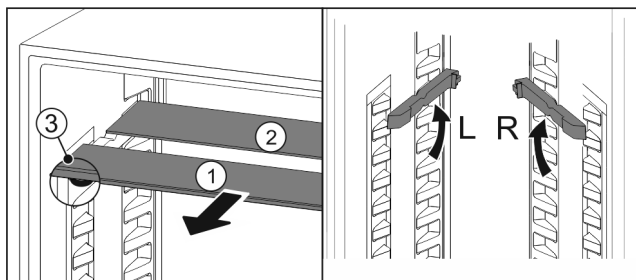

Fig. 99
- ▶ Wyciągnąć Fig. 99 (1) pojedynczo półki szklane do przodu.
- ▷ Płyta szklana Fig. 99 (1) z listwą ozdobną znajduje się z przodu.
- ▷ Stopery Fig. 99 (3) wskazują w dół. Urządzenia z komorą zamrażalnika*